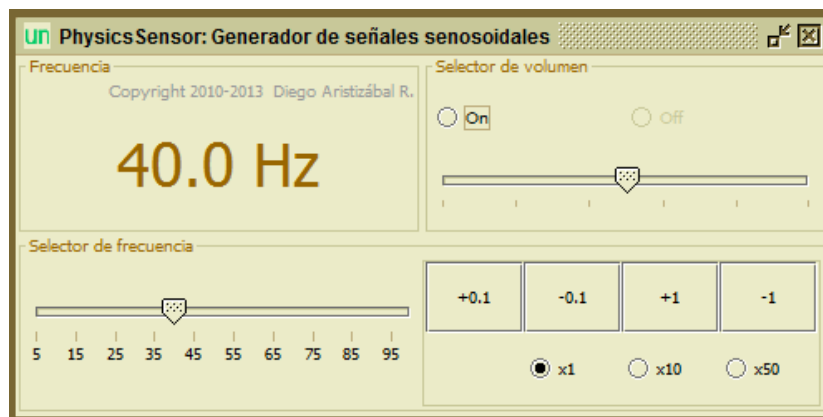

Figura 6.1: Ventana del módulo **Generador de Señales** de **PhysicsSensor**
- ✓ Ejecutar el programa **Generador de Señales** haciendo click en el botón correspondiente de la ventana principal de **PhysicsSensor**, Figura 1.1. Se despliega la ventana de la Figura 6.1.